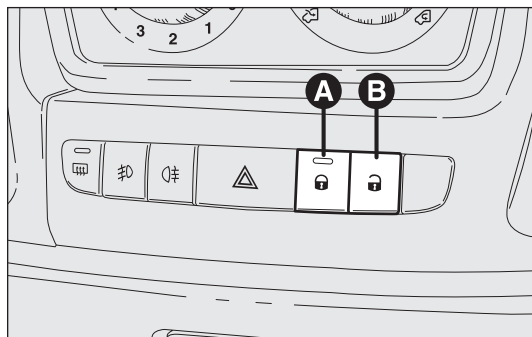

рис. 113
Если открыта одна или несколько дверей, после нажатия кнопки  на пульте ДУ указатели направления и индикатор на кнопке А – рис. 113 быстро мигают в течение примерно 3 секунд. При активной функции кнопки А и В – рис. 113 отключены. Быстрым двойным нажатием кнопки  на пульте ДУ включается устройство dead lock (см. параграф «Устройство dead lock»).
Нажмите кнопку А – рис. 113, чтобы заблокировать замки дверей, нажмите кнопку В, чтобы разблокировать замки дверей. Блокировка/разблокировка замков дверей происходит централизованно (передние и задние). Когда замки дверей заблокированы, горит индикатор на кнопке А, одно нажатие на кнопку В вызывает централизованную разблокировку замков всех дверей и отключение контрольной лампы. Когда замки дверей разблокированы, индикатор на кнопке не горит и одно нажатие кнопки вызывает централизованную блокировку замков всех дверей. Блокировка замков дверей включается, только если все двери закрыты.
разблокировка невозможна с помощью кнопки А – рис. 113 на приборной панели.
- кнопок А–В – рис. 113 блокировки/разблокировки, препятствуя таким образом открытию дверей изнутри салона, если сделана попытка взлома (например, разбито стекло).
Включение устройства обозначается 3 вспышками указателей поворота и миганием индикатора на кнопке А – рис. 113, расположенной на панели.